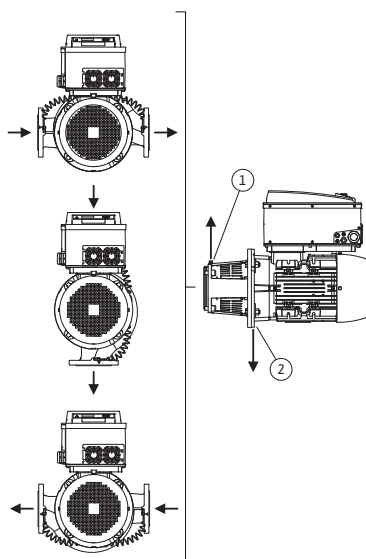
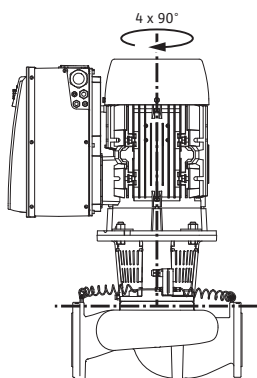

Рис. 18: Допустимые монтажные положения с горизонтальным валом электродвигателя
Рис. 19: Допустимые монтажные положения с вертикальным валом электродвигателя
Допустимые монтажные положения с горизонтальным валом электродвигателя и электронным модулем сверху (0°) показаны на рис. 18. Не показаны допустимые монтажные положения с монтированным сбоку электронным модулем (+/- 90°). Допускается любое монтажное положение, кроме «электронным модулем вниз» (- 180°). Вентиляция насоса обеспечивается только при условии, что клапан для вентиляции обращен вверх (рис. 18, поз. 1).
Только в этом положении (0°) может осуществляться направленное отведение накапливающегося конденсата через имеющееся отверстие, фонарь насоса и электродвигатель (рис. 18, поз. 2).
Допустимые варианты монтажа с горизонтальным валом электродвигателя показаны на рис. 19. Допускается любое монтажное положение, кроме «электродвигателем вниз».
- Клапан для вентиляции на промежуточном корпусе (рис. 6, поз. 1.31) при горизонтальном расположении вала электродвигателя должен быть обращен вверх (рис. 6). При вертикальном расположении вала допускается любое положение клапана. См. также Рис. 18: «Допустимые монтажные положения с горизонтальным валом электродвигателя» на стр. 198 или Рис. 19: «Допустимые монтажные положения с вертикальным валом электродвигателя» на стр. 198.
- При горизонтальном положении вала отверстие для отвода конденсата должно быть направлено вниз (рис. 18, поз. 2). При необходимости следует соответствующим образом повернуть электродвигатель.